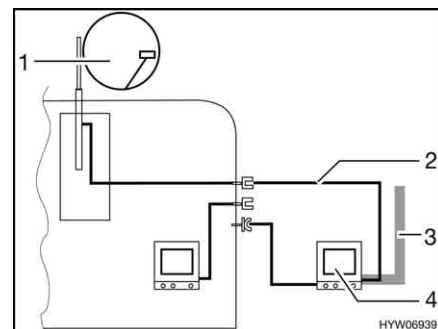

Fig. 151 TV en el área bajo el toldo
- TV en el área bajo el toldo (Fig. 151,4): Conexión a la antena del techo (Fig. 151,1) con el cable de conexión (Fig. 151,2)
- TV en el área bajo el toldo (Fig. 151,4): Conexión a antena externa (Fig. 151,3)